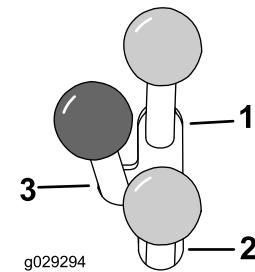

Figura 12
- Per azionare un attrezzo idraulico in avanti, spostate la leva dell'alimentazione idraulica ausiliaria in avanti (Figura 12).
- Per azionare un accessorio idraulico in direzione di retromarcia, spostate la leva dell'alimentazione idraulica ausiliaria all'indietro (Figura 12).
Nota: Se la leva viene rilasciata quando è in posizione di MARCIA AVANTI o di RETROMARCA, torna automaticamente alla posizione di FOLLE (Figura 12).